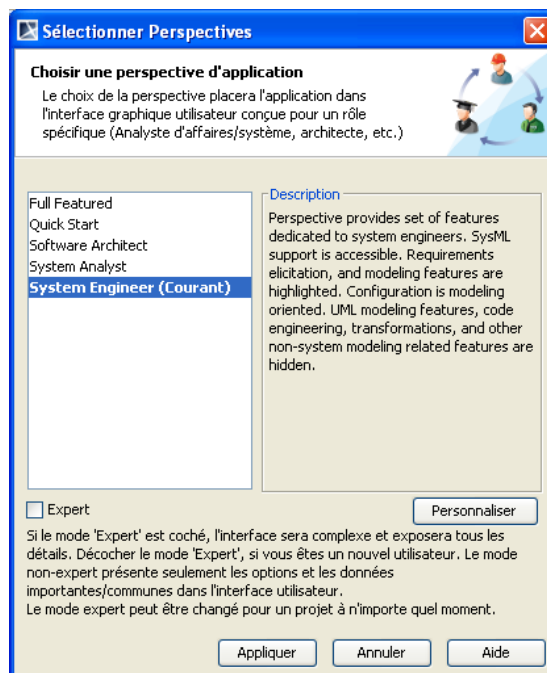

Figure 2 Sélection du mode d'utilisation.
- Sélectionner **System Engineer(courant)** ne pas cocher la case Expert.(figure 2)